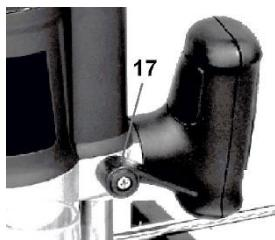

Рисунок 3
Послабити важіль фіксації налаштування глибини фрезерування (занурення фрези) (17) (рисунок 3).
Затягнути важіль (17) (рисунок 3).
3.6.2 Постлабте важіль фіксації налаштування глибини фрезерування (занурення фрези) (17) (рисунок 3).
3.6.4 Надійно закріпіть важіль фіксації налаштування глибини фрезерування (17) (рисунок 3), провернувши важіль у положення фіксації.